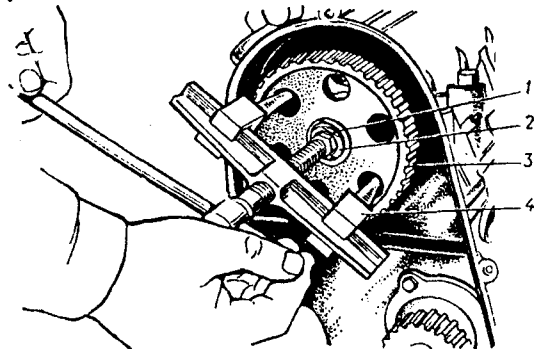

Рис. 2.11. Снятие ведомого шкива распределительного вала: 1 – стопорная шайба; 2 – болт; 3 – ведомый шкив распределительного вала; 4 – съемник
– Отвернув на 4...5 оборотов болт 2 (рис. 2.11) крепления ведомого шкива распределительного вала, съемником сдвинуть с места и снять ведомый шкив распределительного вала.